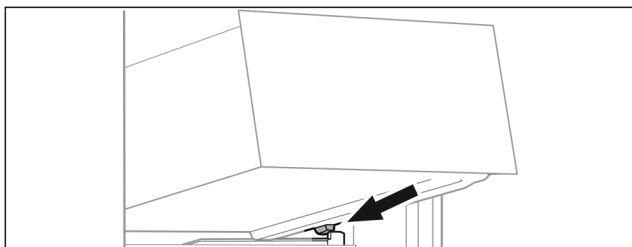

Fig. 121
- ▶ Założyć szufladę pod skosem za stoperami na żebro pojemnika. (patrz Fig. 121)